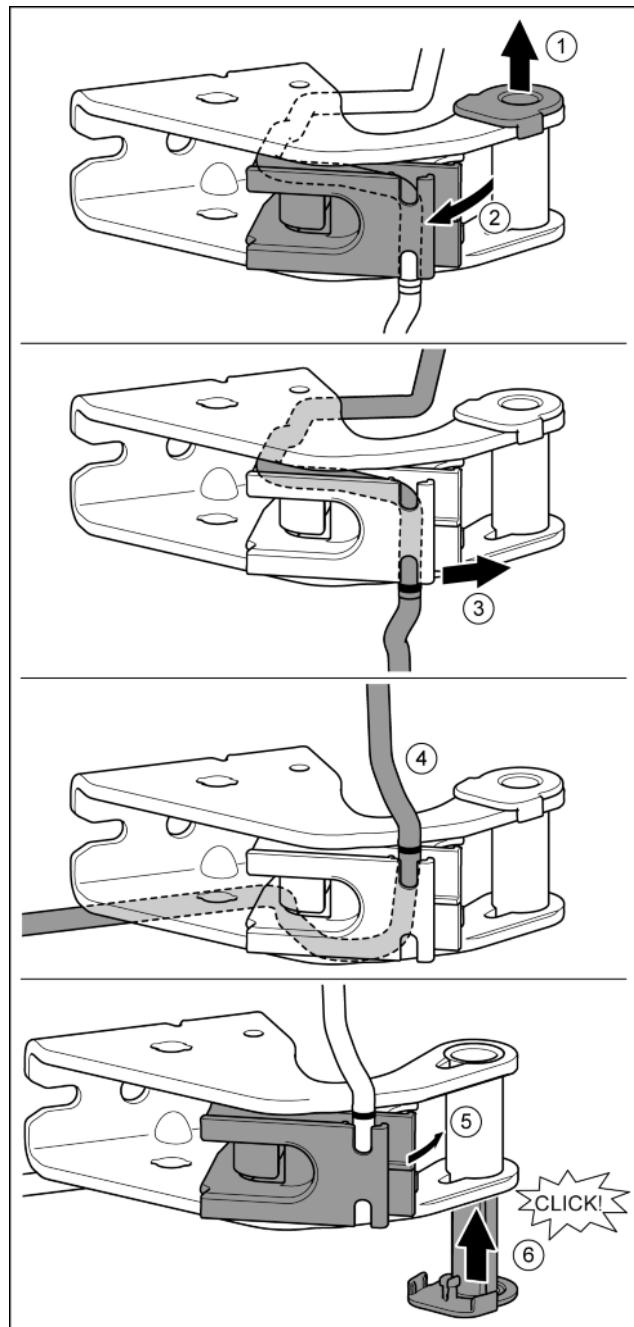

Fig. 24
- Опорную втулку вывести из направляющей. Fig. 24 (1)
- Отвести в сторону держатель кабеля. Fig. 24 (2)
- Высвободить кабель из направляющей. Fig. 24 (3)
- Вставить кабель, перевернув его в обратную сторону. Fig. 24 (4)
- Вернуть держатель кабеля в исходное положение. Fig. 24 (5)
- Установить и зафиксировать опорную втулку с другой стороны. Fig. 24 (6)